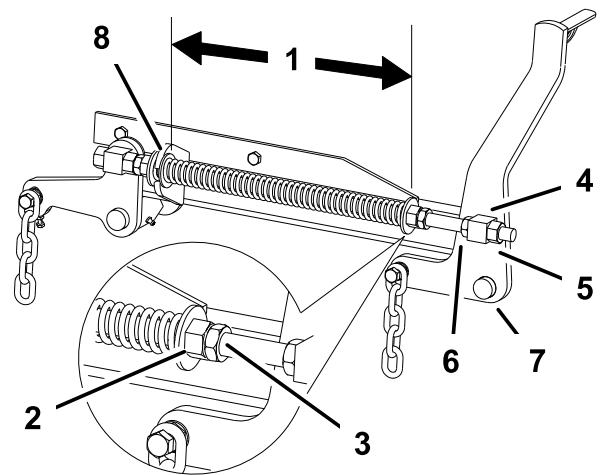

Figura 77
2. Verificate la distanza tra le 2 rondelle grandi, che deve essere di 29,2 cm (Figura 77).
3. Regolate questa distanza allentando il controdado per molla e girando il dado davanti ad ogni molla (Figura 77). Se girate il dado in senso orario, la molla si accorcia; girandolo in senso antiorario la molla si allunga.
4. Bloccate il dado serrando il controdado della molla (Figura 77).